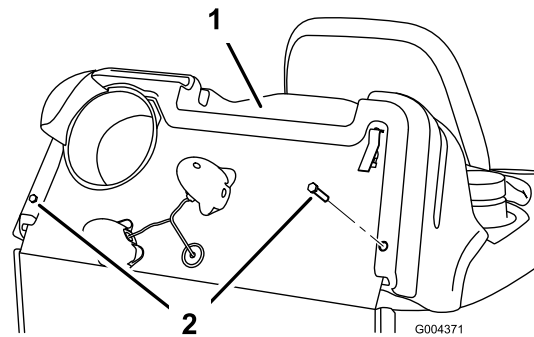

Bild 24
5. Nehmen Sie die Befestigungen ab, mit denen die Motorhaube am Maschinenrahmen befestigt ist (Bild 24). Bewahren Sie alle Teile auf.